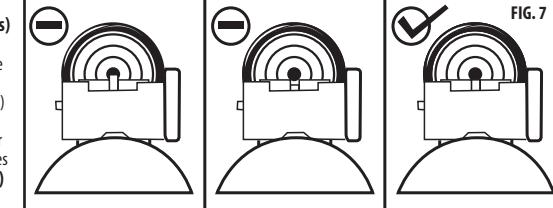

FIG. 7
- Le pointage en hauteur se règle à l'aide du cadran d'élévation, situé à la base de la hausse. Tournez le cadran dans le sens inverse des aiguilles d'une montre pour que le plomb touche la cible plus haut et tournez le cadran dans le sens des aiguilles d'une montre pour que le plomb touche la cible plus bas. (Fig. 7)
- La dérive se règle en tournant le cadran de dérive situé sur le côté droit de la hausse. Tournez le cadran dans le sens inverse des aiguilles d'une montre pour que le plomb touche la cible sur la gauche et tournez le cadran dans le sens des aiguilles d'une montre pour que le plomb touche la cible sur la droite. (Fig. 7)